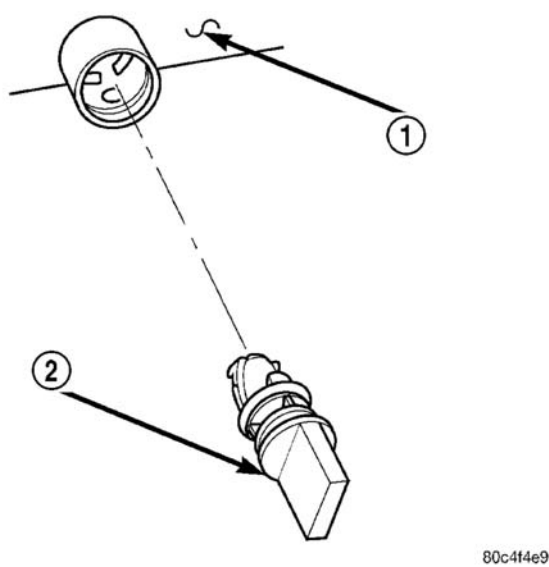

图 16 放液旋塞
- (1) 排放冷却系统（参见 7—冷却系统—标准程序）。
- (2) 逆时针旋转，打开放液旋塞直到转不动为止。
- (3) 将放液旋塞转回（顺时针）1/8 圈。
- (4) 从散热器水箱中拉出放液旋塞（图 16）。